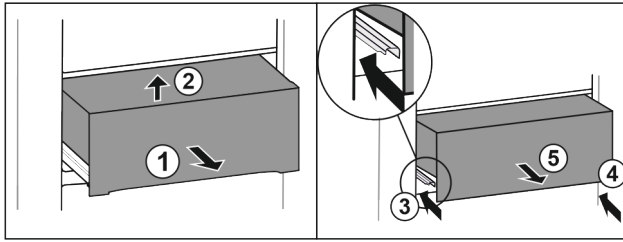

Fig. 31
- ▶ Schuiflade er half uitschuiven Fig. 31 (1).
- ▶ Aan voorzijde optillen Fig. 31 (2).
- ▶ Linker rail erin schuiven Fig. 31 (3).
- ▶ Rechter rail erin schuiven Fig. 31 (4).
- ▶ Lade er naar voren uitnemen Fig. 31 (5).